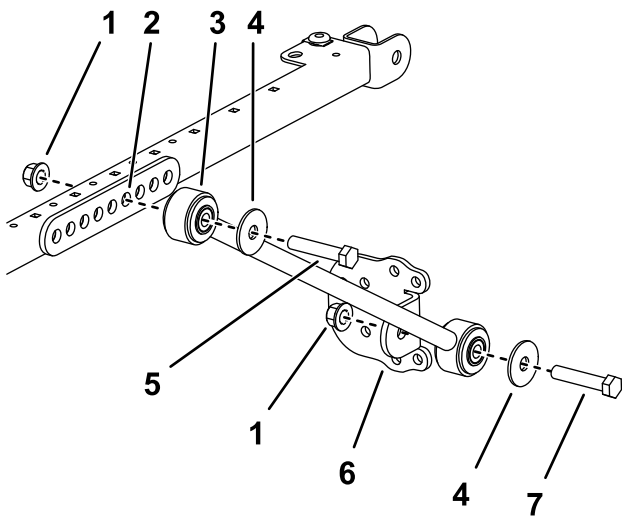

Figure 20
- De chaque côté du cadre du pare-soleil, fixez légèrement une extension dans le quatrième trou du support du renfort à l'aide de 2 boulons (1/2" x 2 3/4") et 2 écrous à embase (1/2"), comme montré à la Figure 20.
13. Fixez légèrement un support à chaque renfort à l'aide d'un boulon (1/2" x 2 1/2"), d'une rondelle (1/2") et d'un écrou à embase (1/2"), comme montré à la Figure 20.